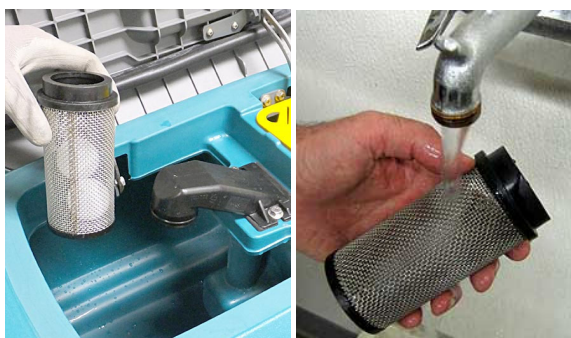

ABB. 89
3. Entfernen und reinigen Sie den Schwimmer- Sperrschalter (Abbildung 89).